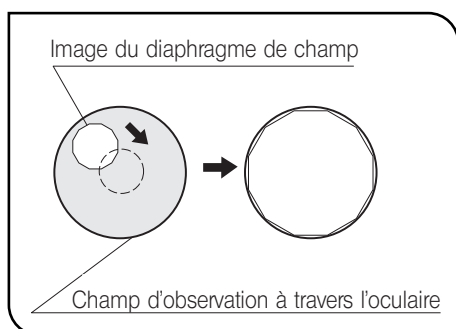

Fig. 16
4. Pour vérifier le centrage, ouvrir le diaphragme de champ jusqu'à ce que l'image s'inscrive exactement dans le périmètre du champ d'observation. Si l'image ne s'inscrit pas parfaitement dans le périmètre du champ d'observation, recommencer l'opération. (Fig. 16)